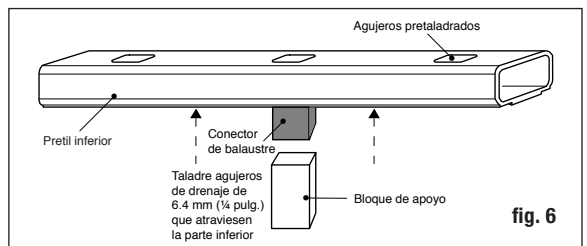

fig. 6
Paso 7 Encuentre el centro de la cara inferior del barandal inferior y sujete el conector de balaustre incluido al bloque de apoyo usando el tornillo incluido. Consulte los requisitos del código de construcción para ver el espacio máximo entre la superficie de la terraza y la parte inferior del barandal; recomendamos 7.6 (3 pulg.) pero puede ser menos si lo desea. Si es necesario, recorte el bloque de apoyo a la altura determinada (fig. 6) **Taladre dos agujeros de drenaje de 6.4 mm (1/4 pulg.) que atraviesen la parte inferior del larguero, para evitar la acumulación de agua. Centre los agujeros de drenaje entre las posiciones de dos balaustres, ya que el balaustre puede bloquear el canal y evitar que el agua se drene correctamente.**